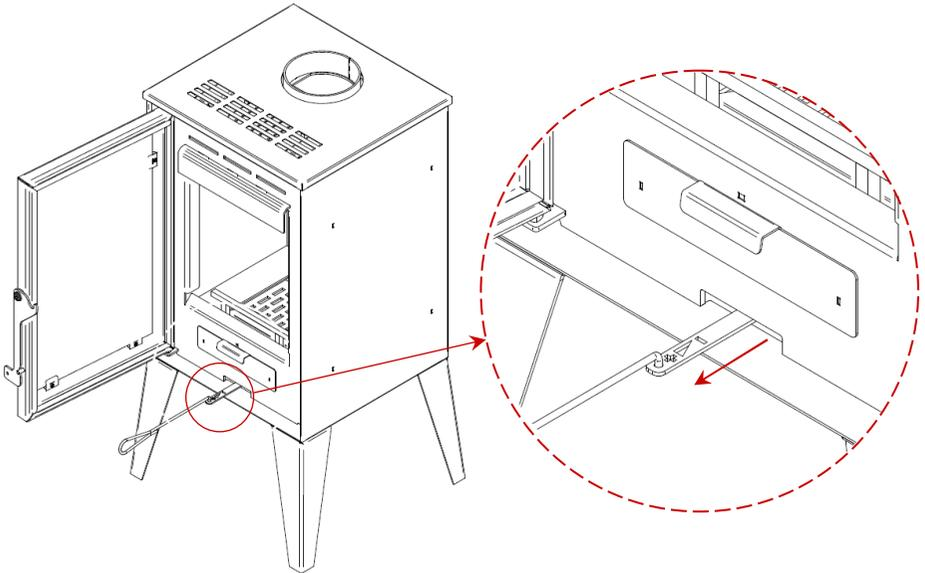

Figura 20 - Regulador de aire en posición abierta de aire primario
En la Figura 20, se indica el regulador de aire de combustión. Este controla la cantidad de aire que ingresa a la estufa, controlando así la quema del combustible.
- El aire primario debe estar abierto durante el arranque, hasta que la leña está bien iluminada, es decir, el regulador esté completamente en posición (+), Figura 20.